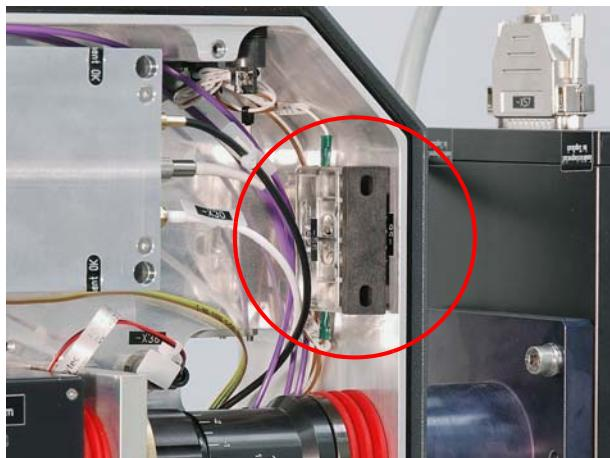

Abbildung 7.140 Interlockschalter überbrückt
1. Interlockschalter (Abbildung 7.140) brücken.